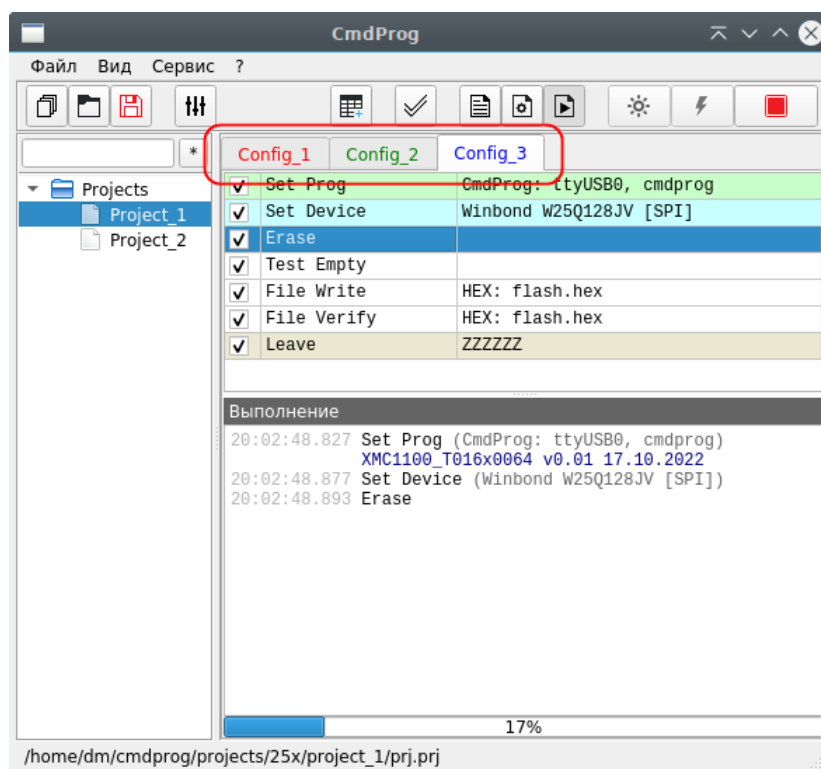

Рисунок 6.2. Главное окно программы
6.3.5. Программное обеспечение позволяет работать с несколькими программаторами поочерёдно или одновременно, используя конфигурации. Каждому программатору назначается свой последовательный порт (COM-порт). При выполнении программирования, индикация на плате программатора будет дублироваться подсвечиванием имени конфигурации соответствующим цветом (см. рисунок 6.2).
6.5.4. Результат выполнения конфигураций будет отражён на индикаторах, расположенных на плате программатора, а также продублирован подсвечиванием имени конфигурации соответствующим цветом (см. рисунок 6.2). Перед повторным выполнением конфигураций подсвечивание имён конфигураций может быть сброшено: «Файл» - «Выполнение» - «Сбросить статус выполнения всех конфигураций».